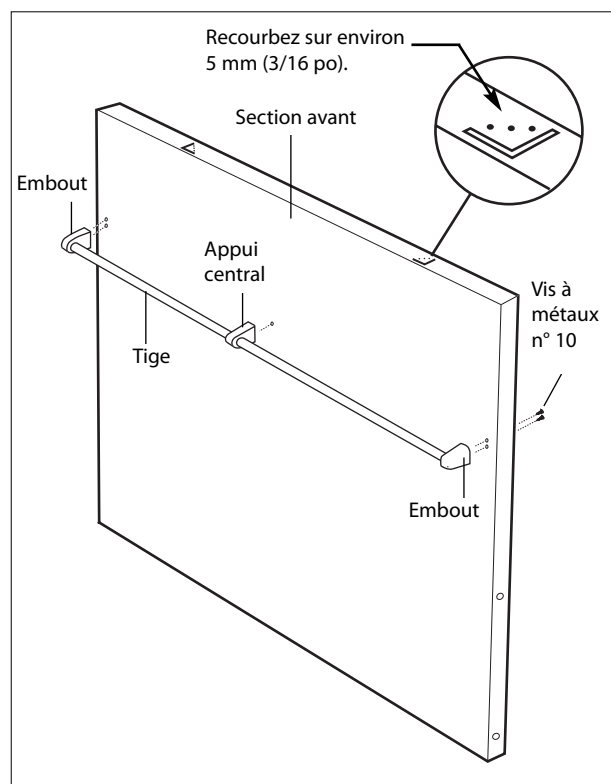

Fig.04
3. Fixez la tige, les embouts et l'appui central à la section avant du dossieret à l'aide des vis à métaux n° 10 fournies (fig. 04).